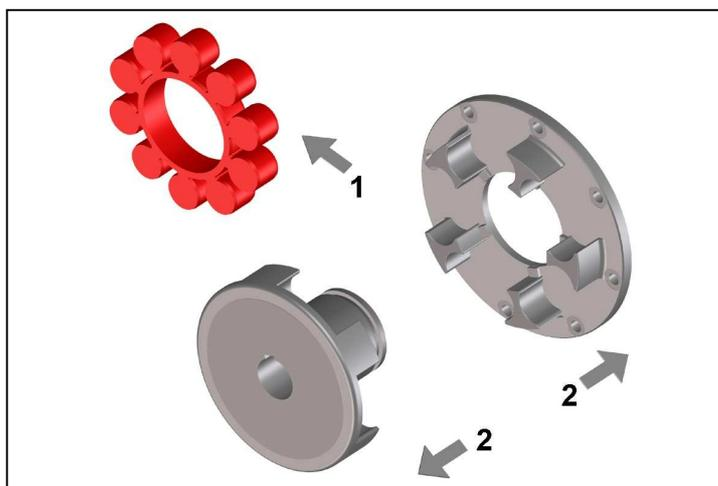

Bild 3
- Nehmen Sie den elastischen Zwischenring heraus (Bild 3, Pos. 1).
- Ziehen Sie die Kupplungsnabe in der vorgesehenen Position auf das Wellenende auf (Bild 3, Pos.2).
- Montieren Sie den Alukupplungsflansch an den Flanschanschluss. Achten Sie dabei darauf, dass die Teile beim Fügen am Zentriersitz nicht verkanten (Bild 3, Pos.2).